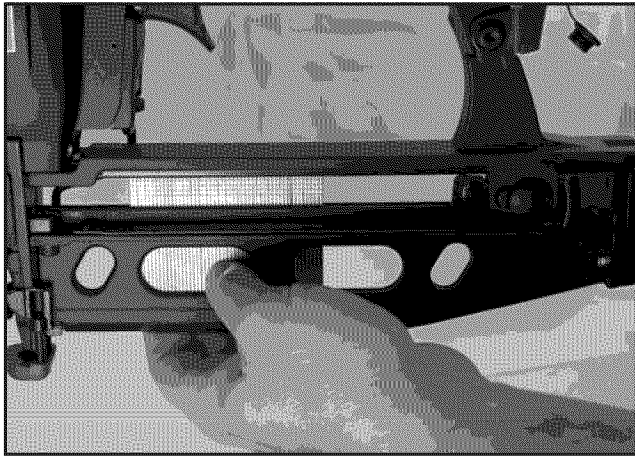

Figura 6- Tira de clavos lateral a la parte delantera
- Deslice la tira de clavos hasta la parte delantera del depósito alimentador. (Ver la figura 6)